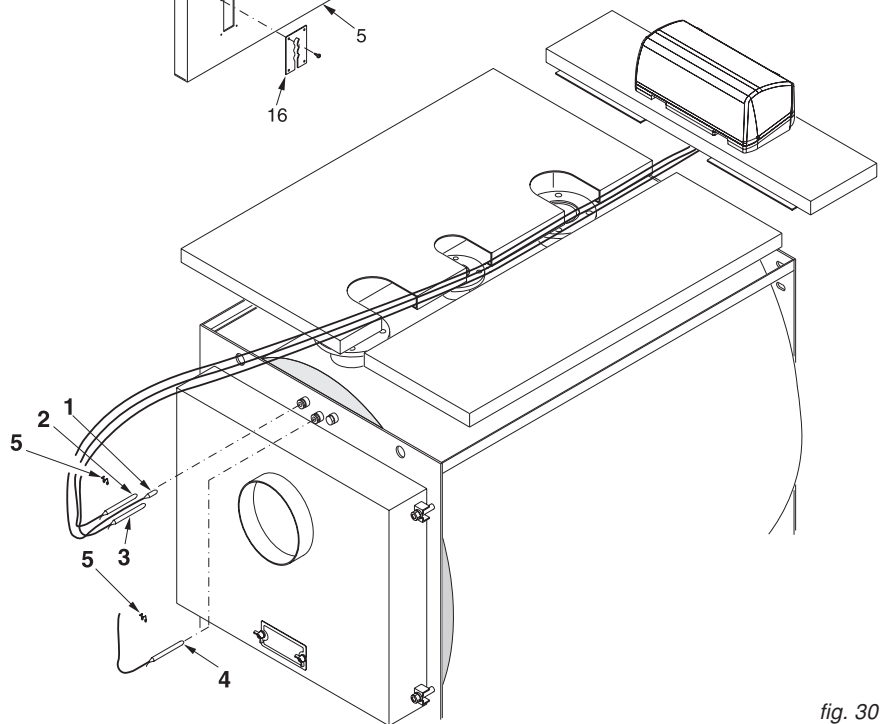

fig. 30
- F) Inserire nelle guaine i bulbi degli strumenti come indicato in fig. 30 ed eseguire il collegamento elettrico del pannello comandi alla linea di alimentazione, al bruciatore ed alle eventuali pompe, etc.